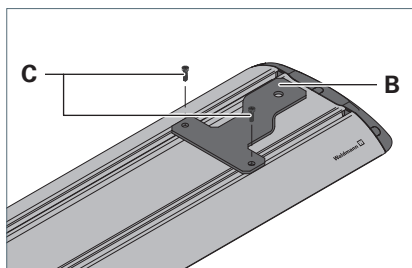
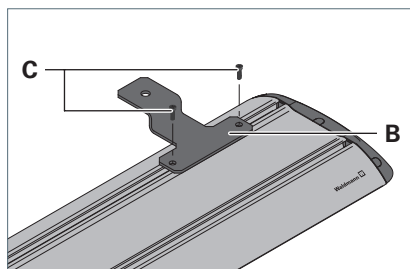

Fig. 6: Montage de l'équerre pour le type de montage « En haut, fixe », possibilité 1.
Fig. 7: Montage de l'équerre pour le type de montage « En haut, fixe », possibilité 2.
- Montez les deux équerres **B** jointes à l'aide des vis jointes **C** et les écrous de glissement sur le luminaire et serrez les vis, voir Fig. 6 ou voir Fig. 7.